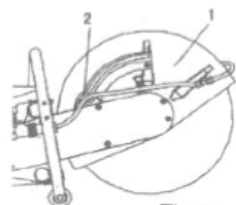

Fig. 10
3. Reglarea apărătorii discului (ref. Fig. 10) Apărătoarea discului (1) abate scânteile de la lucrător. Pentru a regla poziția acesteia, slăbiți mai întâi Butonul (2) de poziționare a apărătorii discului, apoi mișcați apărătoarea discului în poziția dorită cu mâna. În final, strângeți Butonul (2) de poziționare, pentru a putea continua lucrul.